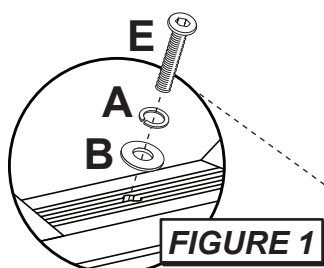

FIGURE 1
Commencez l'assemblage en fixant le cadre du siège (H) à l'arrière du siège (G) avec des boulons Allen (C), 2 rondelles élastiques (A) et 2 rondelles plates (B) de chaque côté et 1 boulon Allen (E), 1 rondelle à ressort (A) et 1 rondelle plate (B) à partir du centre. Voir les Figures 1 et 2.